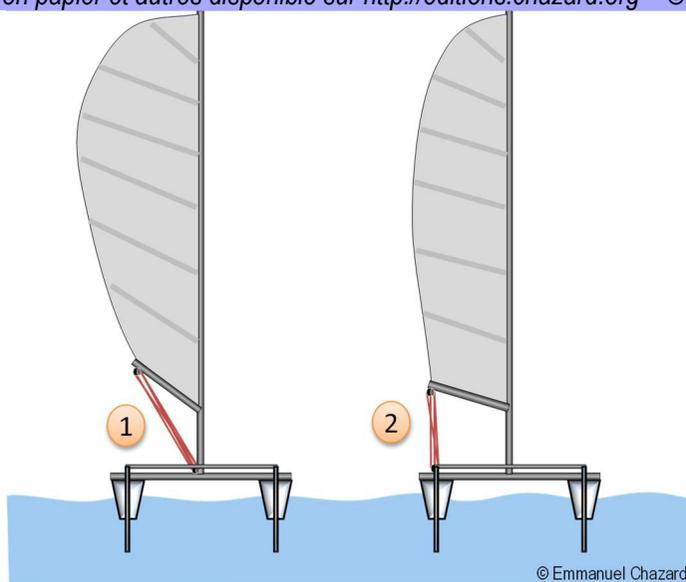

Figure 55. Vrillage de la GV en fonction du réglage du palan et du chariot
Ce vrillage de la voile peut de surcroît être paramétré par le réglage du chariot par rapport au palan (Figure 55). Lorsque le chariot est en position médiane et le palan choqué ou peu bordé, la GV est fortement vrillée (1), et l'incidence de la GV est surtout réglée avec le palan. Lorsque le palan est bien bordé, la GV est moins vrillée (2) et l'incidence peut être réglée avec le chariot. S'il est justifié que la GV soit légèrement vrillée, en pratique on observe que chez la plupart des débutants la GV est trop vrillée : il faudrait moins utiliser le palan et plus utiliser le chariot pour régler l'incidence de la GV.